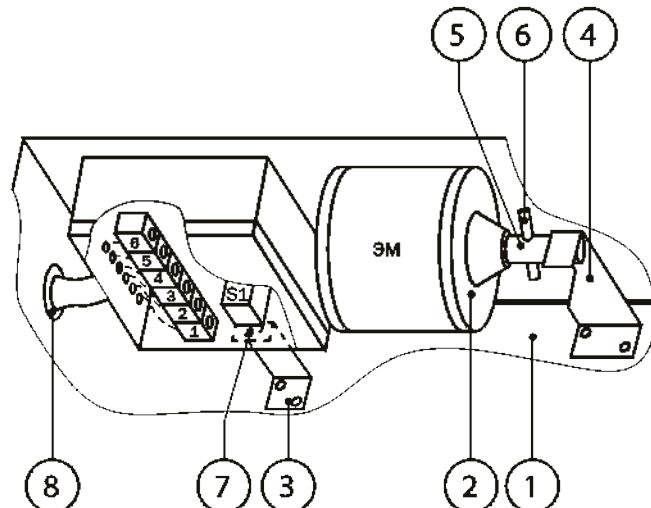

Рисунок 29. Клапан с электромагнитным приводом
(см. рисунок 29) проверяется подачей напряжения с блока управления на выводы электромагнита (2) [клетмы 1 и 2 на электросхеме рис. 28] перевести лопатку (1) в рабочее положение (открыть). При этом рычаг (3), закрепленный на лопатке, освободит концевую кнопку (7), тем самым обесточив цепь питания магнита. При наличии системы сигнализации [клетмы 3, 4 и 5 на электросхеме рис. 28] подастся напряжение на соответствующий вывод.